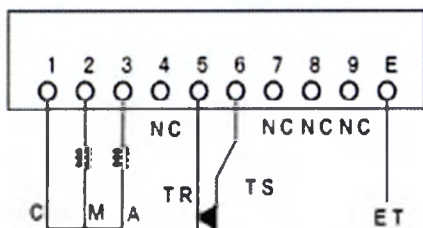

Рисунок 4-37. Подключения кабеля статора ГВН.
(2) Убедитесь в том, что кабель поворотного устройства трубки подключен к блоку контактов статора ГВН с правильной маркировкой. [Рисунок 4-37. Подключение кабеля статора ГВН]